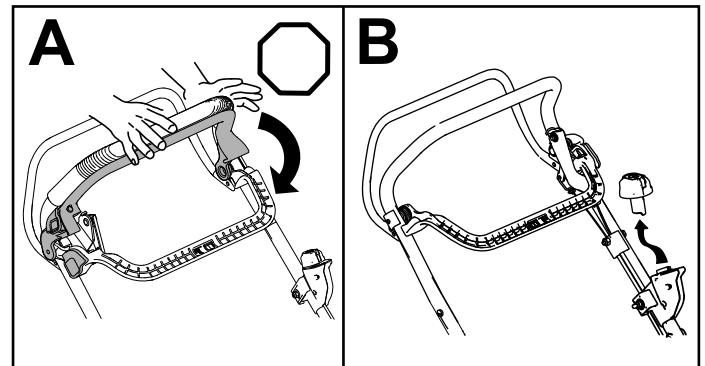

Figure 18
1. Relâchez la barre de commande de la lame (A de la Figure 18).
2. Retirez le bouton de démarrage électrique de l'interrupteur de démarrage électrique (B de la Figure 18).